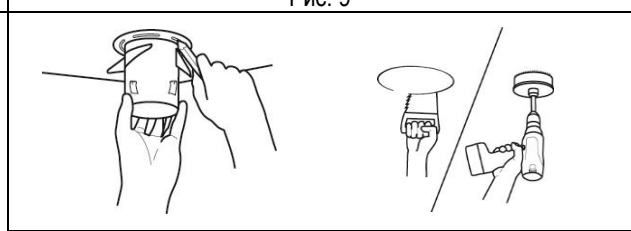

Рис. 11
- Прислоните соединительную манжету к месту крепления решетки, обозначьте контур и сделайте отверстие (рис. 11).